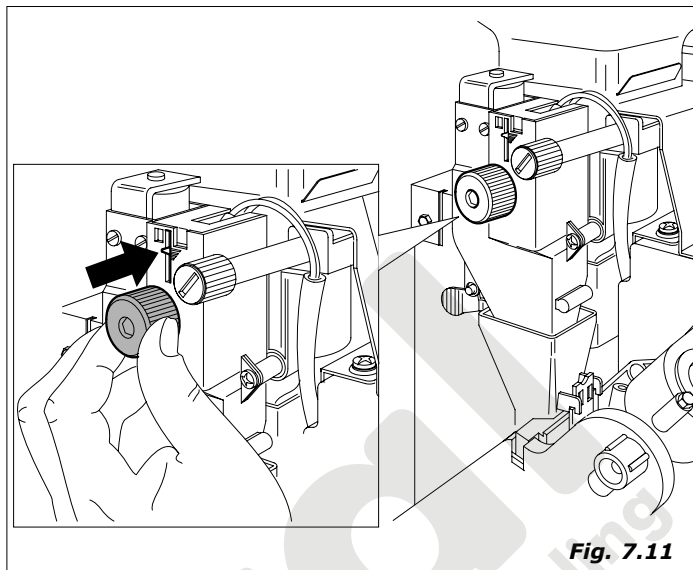

Fig. 7.11
- **Gramaje del café molido.** Variar la cantidad actuando sobre el botón puesto en el dosificador (Fig.7.11). Cada salto del botón de regulación corresponde a un valor de 0,05 gramos. Girando a la derecha la dosis disminuye. Girando a la izquierda la dosis aumenta. La variación de producto se puede controlar mediante las muescas de referencia colocadas en el cuerpo dosificador (véase la figura 7.11). La tableta de café, normalmente, debe presentarse compacta y levemente húmeda.